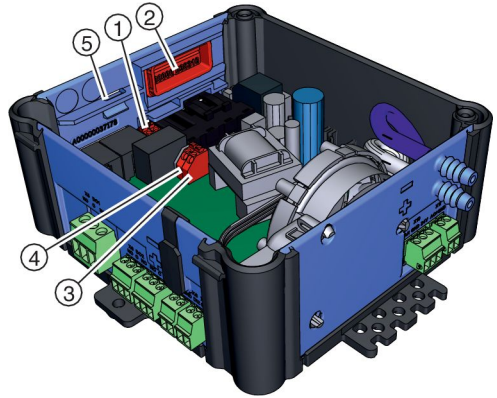

Abb. 11: Beleuchtung verdrahten
- ▶ Leitung durch Blende (Abb. 11/2) ins Gehäuse führen.
- L (Abb. 11/4)
- N (Abb. 11/3)
- PE doppelt anklemmen (Abb. 11/1)
- ▶ Mit Kabelbinder an der Lasche im Gehäuse (Abb. 11/5) Zugentlastung anbringen.